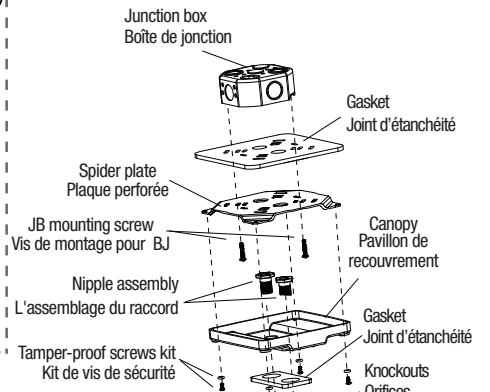

Fig. 1
- 4.a For wall mount installation only (Fig.1), break through appropriate knockouts into the back housing. Paste properly the gasket on the back of the unit and route the proper wire through the central hole.
- 4.a. Pour installation murale seulement (Fig. 1), défoncer les orifices prédécoupés appropriés dans le boîtier arrière. Coller correctement le joint d'étanchéité sur le côté arrière de l'unité et passer les fils électriques par l'orifice central.
6. For Wall, Ceiling and End mount installation only use the two screws to mount the back housing or the spider plate to the surface over the recessed junction box. Tighten the screws enough to compress the gasket to ensure a good sealed joint. (use screwdriver PH2X) (Fig.1, 2 & 3)
6. Pour installation murale, au plafond ou l'extrémité seulement, utiliser les deux vis (utiliser le tournevis PHx2) pour faire le montage du boîtier ou de la plaque perforée sur la boîte de jonction encastrée. Serrer les vis suffisamment pour comprimer le joint d'étanchéité pour assurer un joint scellé. (Fig.1, 2 et 3)